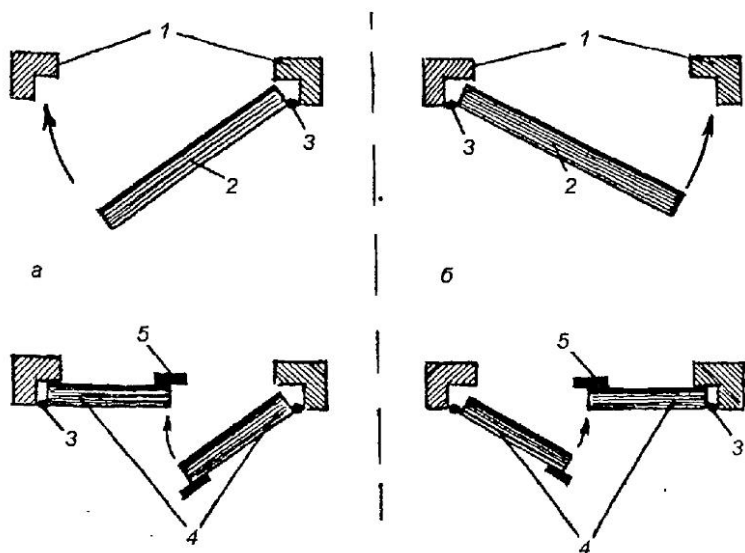

*Рис. 163. Дверь в полный наконечник на «ус»*
**Дверь в полный наконечник на «ус».** Прочнее по своей конструкции, да и красивее будет дверь в полный наконечник на «ус». Геометрия выборки гребня, горизонтальных и косых пазов изображена на рис. 163. Вырубка и выборка производятся теми же инструментами, что и в предыдущем случае. Та же толщина досок, те же требования. Но в случае с дверью в полный наконечник на «ус» рекомендуем подобрать доски пошире (150–200 мм). Дверь будет выглядеть лучше, добротнее. Особое внимание уделяйте полной совместимости выборки на досках двери и на наконечнике, особенно на лицевой стороне двери.